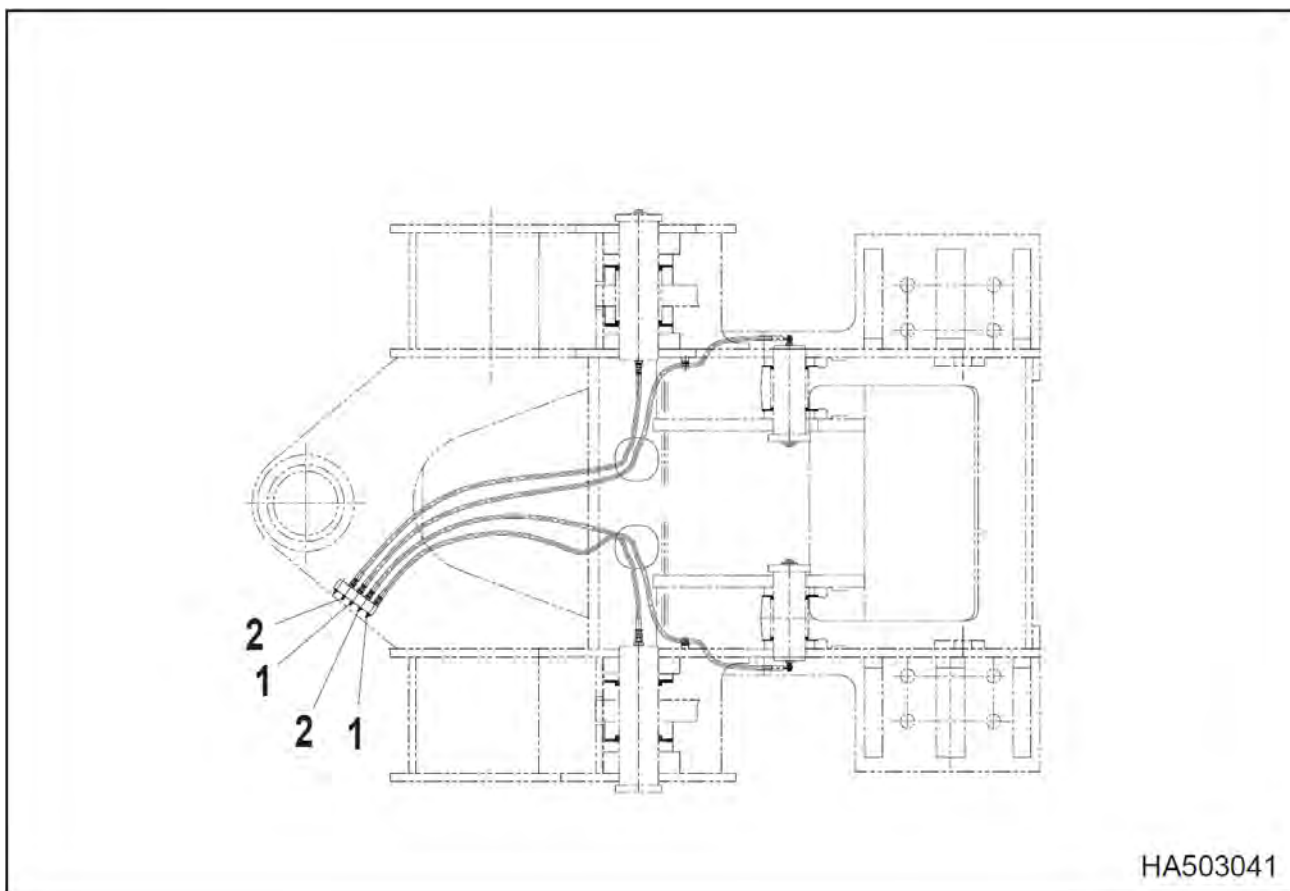

Рис. 34
- 1) Головки цилиндра ковша (левая, правая), 2 точки. Смазываются из двух точек централизованной смазки (1, рис. 34).
- 2) Основания рукояти погрузчика, 2 точки на каждой стороне машины. Смазываются из двух точек централизованной смазки (2, рис. 34).